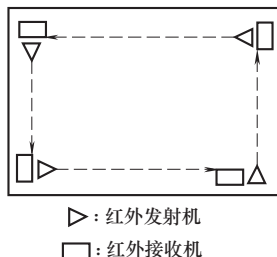

图 9-8 四组红外收、发机构成的周界警戒线
(3) 根据警戒区域的形状不同，只要将多组红外发射机和红外接收机合理配置，就可以构成不同形状的红外线周界封锁线。利用四组主动式红外发射与接收设备构成的一个矩形周界警戒线如图 9-8 所示。